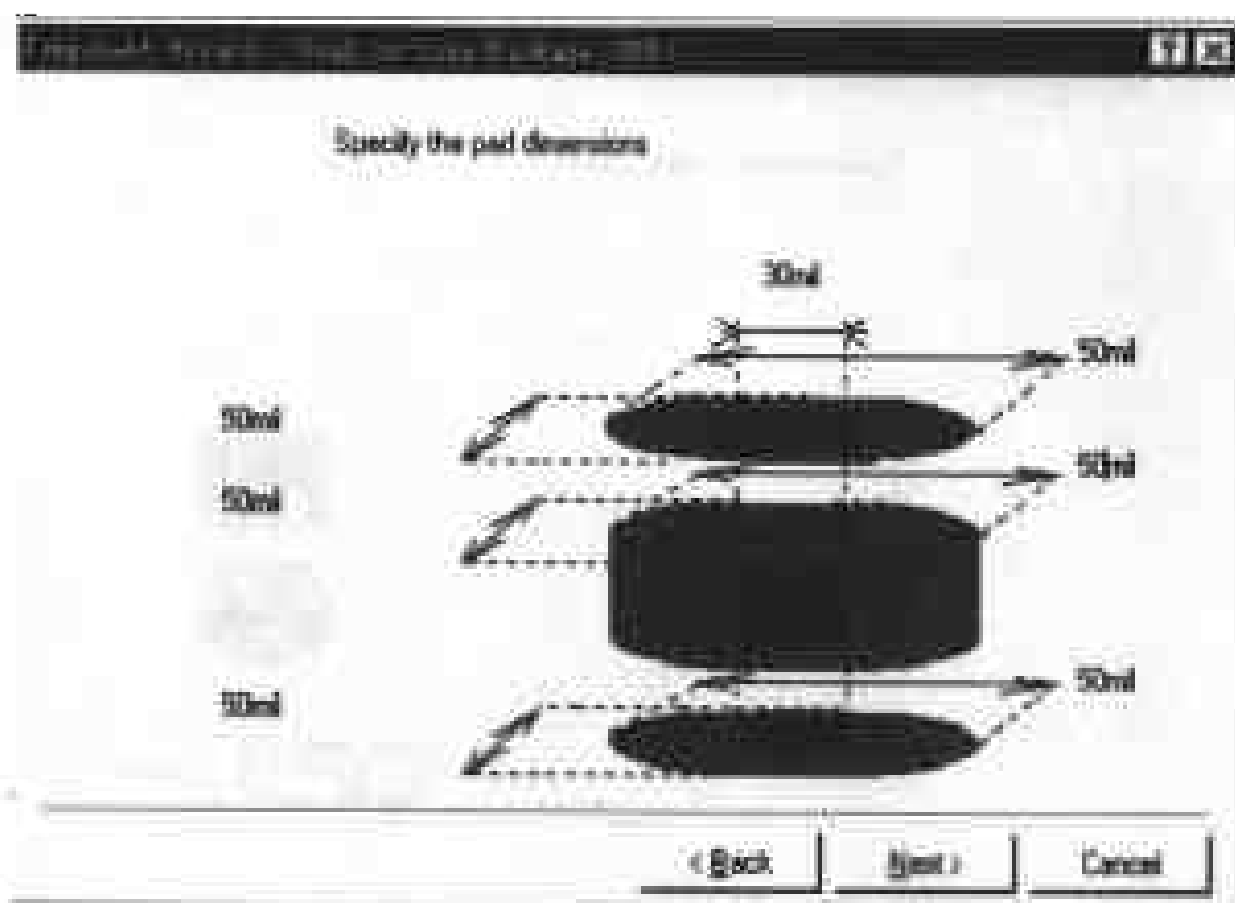

图 7-34 设置焊盘尺寸对话框
(3) 用鼠标左键单击“Next”按钮，系统弹出如图 7-34 所示的对话框，进行焊盘尺寸